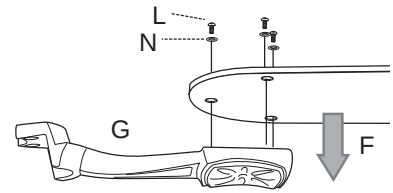

Fig. 3
3. Coloque el brazo para la paleta (G) debajo de la paleta (F) y asegure el brazo para la paleta (G) a la paleta (F) con tornillos para la paleta (L) y arandelas para la paleta (N). No apriete los tornillos para la paleta (L) hasta que se haya introducido cada tornillo para la paleta (L). Luego apriete cada tornillo para la paleta (L) empezando con el de en medio. [Fig. 3] Repita esto con las demás paletas (F).